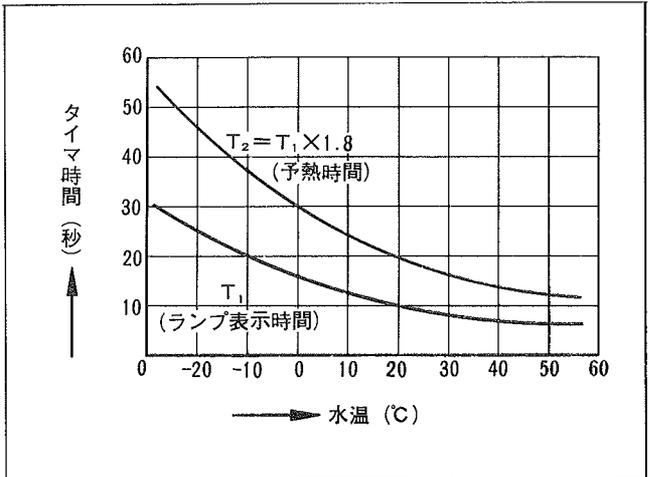

図4-290 冷却水温とタイマ時間の関係図
② スタート スイッチをONにしてから、基準時間 (図4-290のT2から求める) を経過したとき